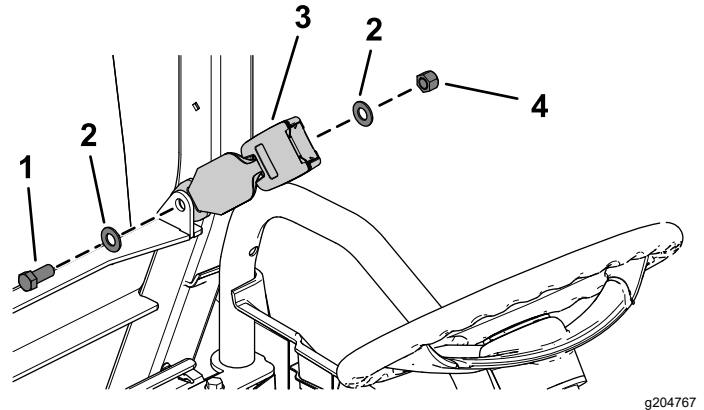

Figura 27
1. Instalai elementul de fixare a scaunului utilizând un urub cu cap hexagonal (7/16 x 1"), 2 aibe plate (7/16") i o contrapiuliă (7/16") după cum este indicat în Figura 27.